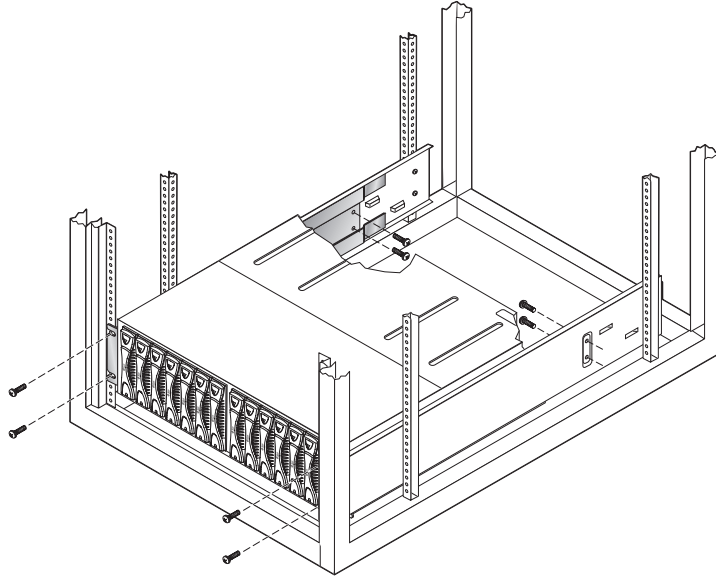

图 6-17 拆卸固定螺丝
- a. 拧下机箱后面的四颗十字固定螺丝，并拧下用于将阵列固定至机柜滑轨的四颗螺丝（图 6-17）。